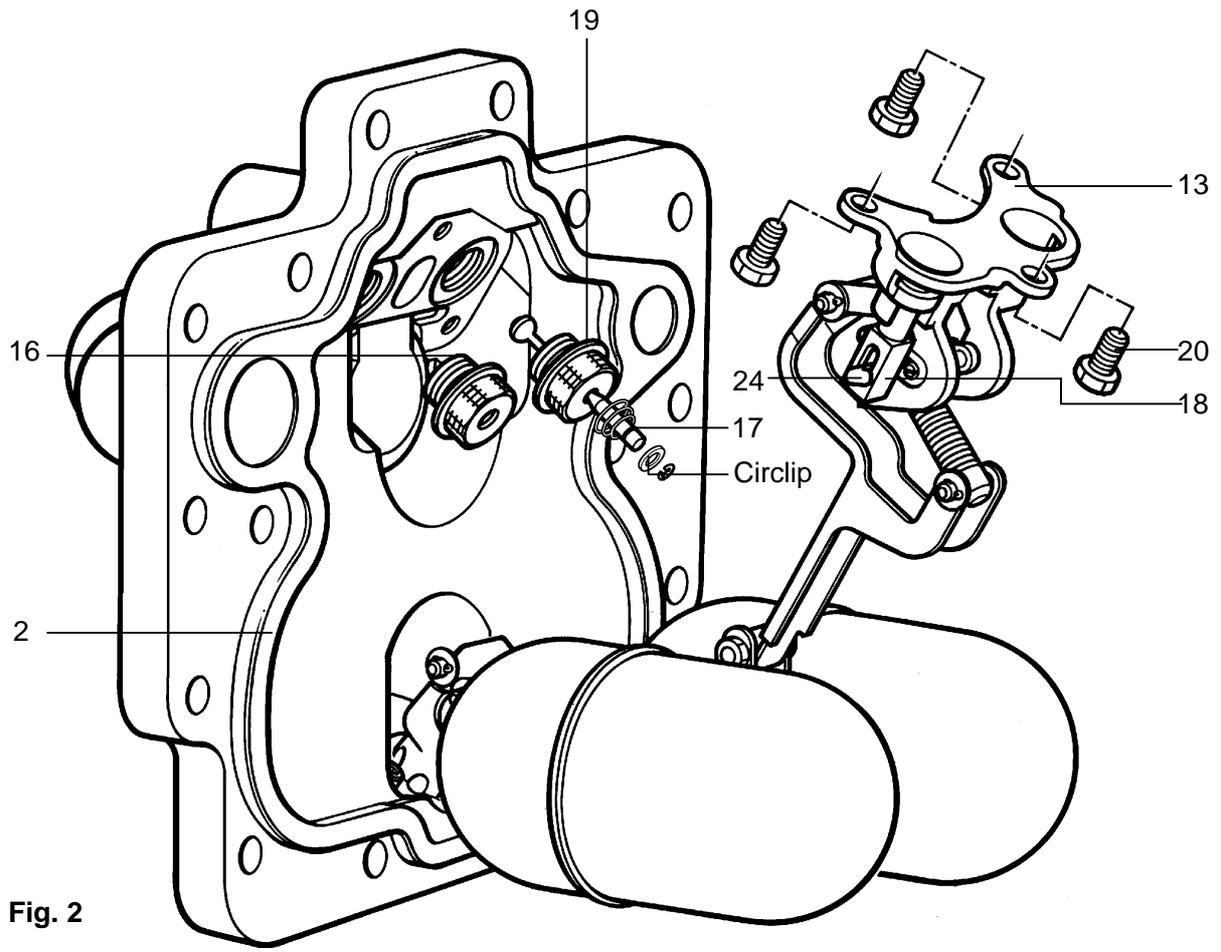
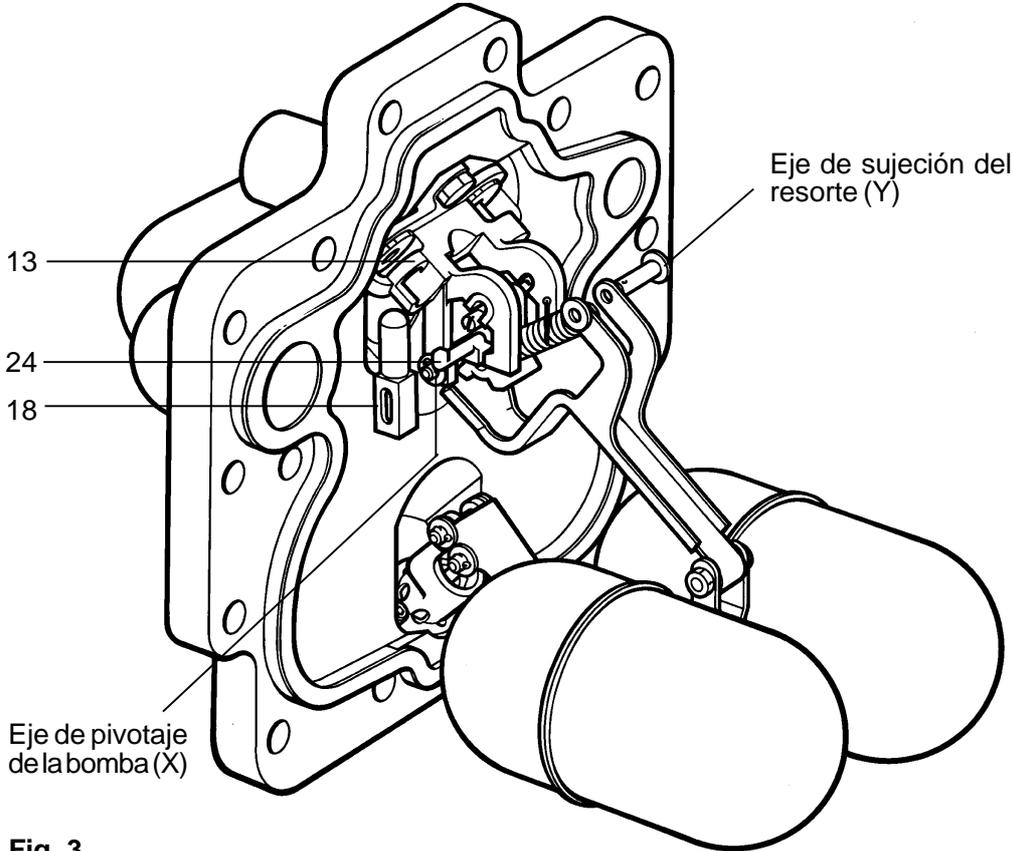

Fig. 2
Fig. 3
3. Con cuidado quite el anillo de seguridad y el resorte (item 27) del extremo de la válvula de entrada de vapor (item 17).
4. Desmonte los tres tornillos de M8 (items 20) con una llave de 13 mm E/C.
9. Ambos asientos (items 16) son idénticos. Inserte la nueva válvula (item 17) según la Fig. 2, situando su esfera en el extremo roscado del nuevo asiento.
10. Coloque una junta metálica nueva (item 19) en la rosca del asiento antes de apretarlo a la tapa.
15. Para desmontar la válvula de salida (item 18), quite el pasador, arandela y ejes (X e Y) de los puntos de pivote del resorte superior y de bomba (Ver Fig. 3).
17. Baje el brazo del actuador por sus ranuras hasta que el resorte hasta que el conjunto resorte y brazo del actuador con la válvula de salida quede libre. Puede ser necesario hacer deslizar la válvula de salida hacia atrás contra su resorte interno para liberarlo de la guía del soporte de bomba (item 13).
18. Alinee la ranura de la válvula de salida (item 18) con la espiga del brazo actuador (item 24) (Ver Fig. 3).